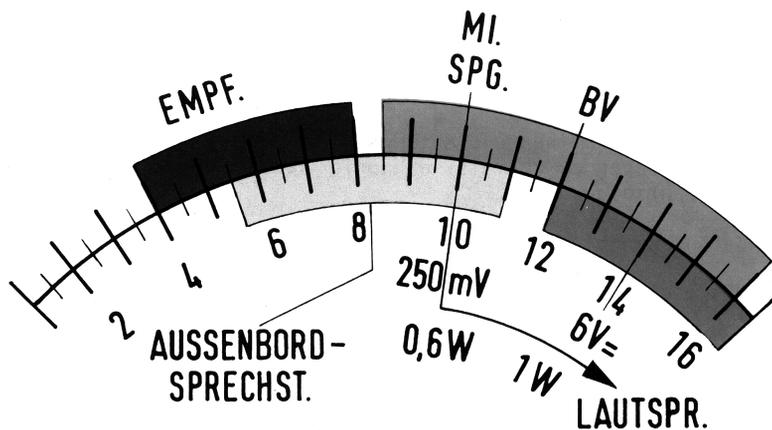

Bild 8 Skala des MeBinstruments mit Toleranzfelder
- Pegel des 1000-Hz-Tongenerators auf 250 mV einstellen; dazu Betriebswahlschalter S1 auf MI.-SPG. schalten und mit dem Pegelregler R1 die Anzeige MI.-SPG. auf 250 mV einstellen (siehe Bild 8).